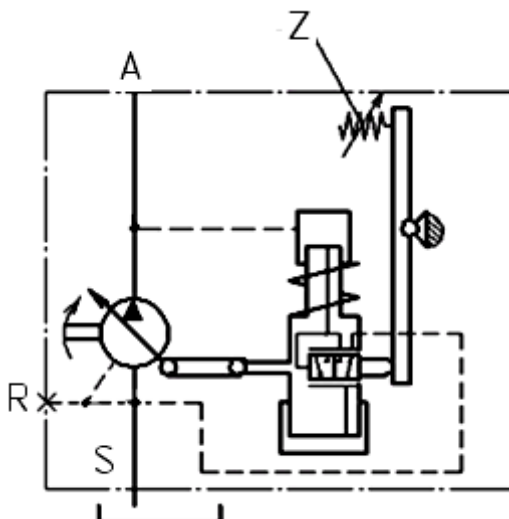

Рисунок 9 – Гидравлическая схема насоса с регулятором постоянной мощности .
- потребляемая мощность  $N_{п}$ , при необходимости, может быть изменена регулировкой винта  $Z$  (см рисунок 9).